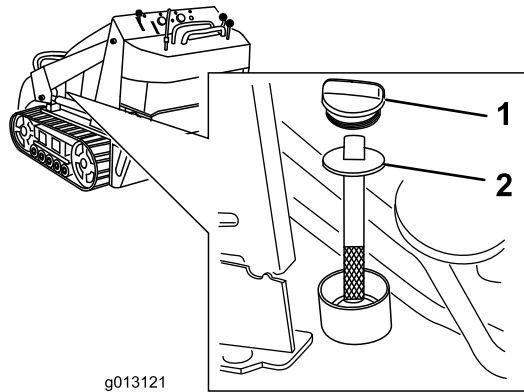

Figure 60
5. Nettoyez la surface autour du goulot de remplissage du réservoir hydraulique (Figure 60).
6. Enlevez le bouchon du goulot de remplissage et vérifiez le niveau de liquide sur la jauge (Figure 60).